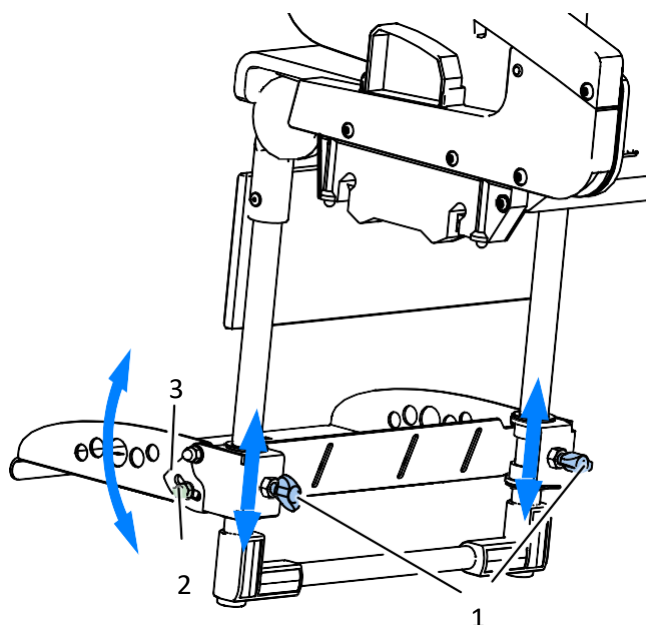

Fig. 24
Per regolare l'altezza della piattaforma del poggiatesta Fig. 24, allentare le manopole (1), regolare l'altezza desiderata e serrare la manopola (1). La regolazione dell'angolo della piattaforma viene effettuata allentando i dadi (2) e regolando il sistema di blocco (3) dell'angolo della piattaforma, in modo da ottenere la posizione appropriata della piattaforma del poggiatesta. Per bloccare la regolazione, serrare i dadi (2).